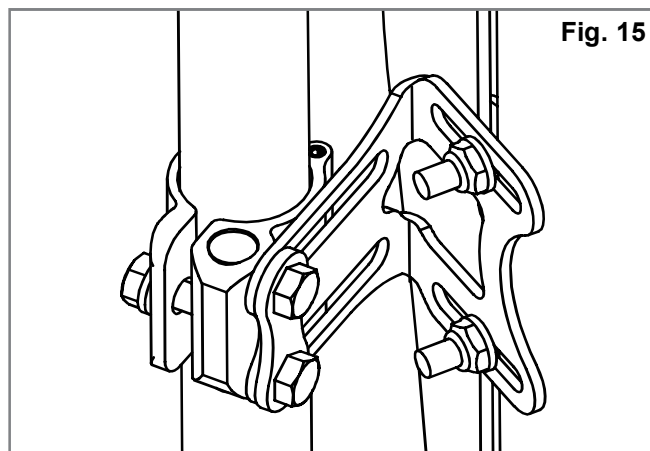
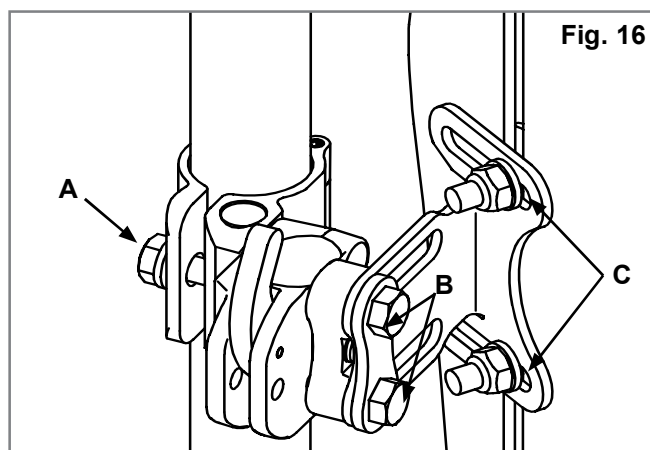

Fig. 15
Fig. 16
Bemærk at der findes to typer hardware, der kan bestilles– stationær hardware (Fig. 15) eller lynudløser Hardware (Fig. 16). Begge hardware sæt kan justeres på samme måde, men den stationære hardware giver mulighed for en dybdejustering på 4 cm (Fig. 15) mens lynudløser-hardwaren (den aftagelige hardware) har en samlet dybdejusteringevne på 2,9 cm (Fig. 16).
- For at justere J3 Carbon ryglænets dybde og vinkel, skal du løsne de venstre og højre skruer (B)-(Fig. 16) på beslagets åbninger.
- Justér dybden og/eller vinklen, og spænd møtrikkerne forsvarligt. Det anbefalede tilspændingsmoment er 11,3–12,4 Nm. Sørg for at ingen af dybdejusteringsskruerne (Fig. 16), (B), glider eller drejer.